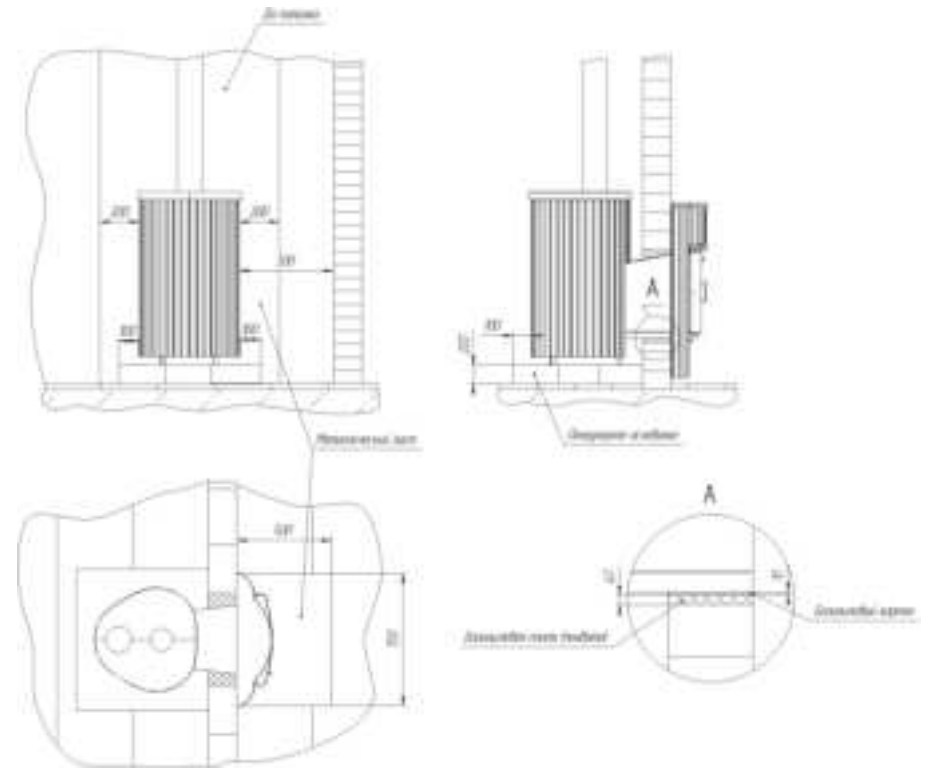

Рисунок 8.1. Схема установки печи на минимально безопасном расстоянии от несущих и ограждающих конструкций.
- 8.2.1.** Печь устанавливают в парной на безопасном расстоянии от несущих и ограждающих конструкций (рис. 8.1).